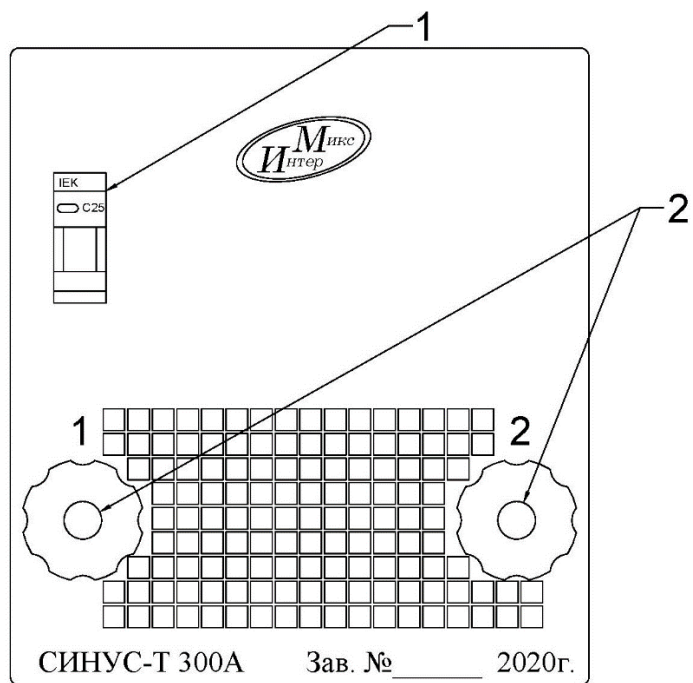

Рис.1. Передняя панель комплекта СИМУС-Т 300А
4.3.1. На передней панели комплекта находятся (рис.1):